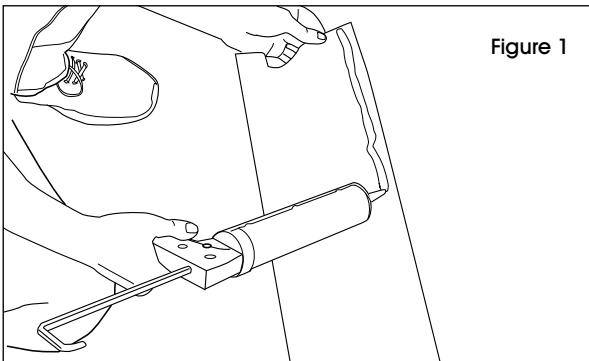

Figure 1
- 4. Appliquez le produit d'étanchéité au bas des sections droites et de coins. Le produit d'étanchéité doit être appliqué en ligne continue à 1 po des bords extérieurs pour assurer une étanchéité complète. (Voir Figure 1)